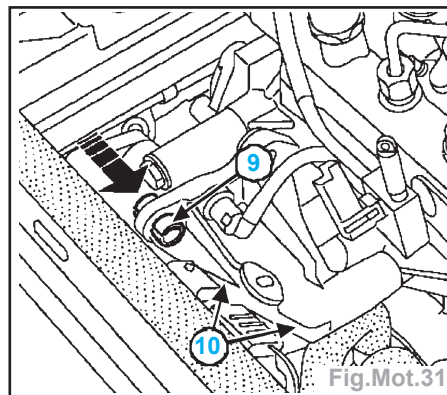

Fig.Mot.31
- Repousser la bague (9) comme sur le dessin (Fig.Mot.31).
- Desserrer les deux vis de fixation (10) du support arrière de pompe haute pression sur le carter cylindres.